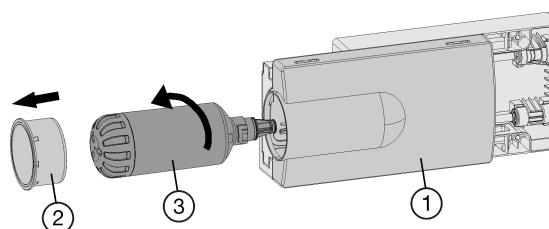

Fig. 48
- Dado el caso, extraiga el cajón *Fig. 48 (1)*.
- Retire la tapa del filtro *Fig. 48 (2)*.
- Gire el filtro de agua *Fig. 48 (3)* unos 100 ° hacia la izquierda y retírelo.